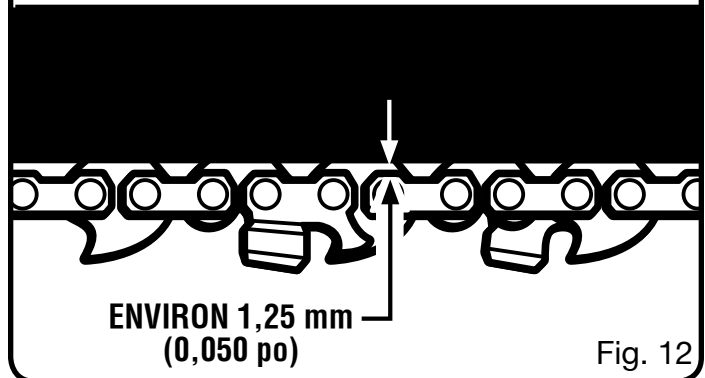

Fig. 12
- Pendant l'utilisation normale, la température de la chaîne augmente. Les maillons d'entraînement d'une chaîne chaude correctement tendue pendent d'environ 1,27 mm (0,050 po) hors de la rainure du guide comme illustré à la figure 12.